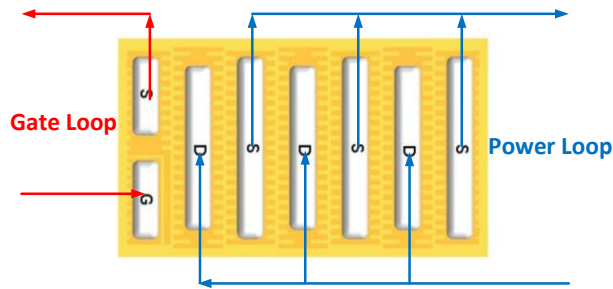

图 2 InnoGaN 某款器件通过封装分开驱动回路和功率回路示意图
- 2) 没有开尔文脚的，如InnoGaN的低压产品，通过引脚将驱动回路和功率回路分开，如上图2所示，以使两个回路彼此互不干扰，同时驱动回路的地与GaN的靠近G极的S极相连（通过过孔），以减小共源电感的影响；